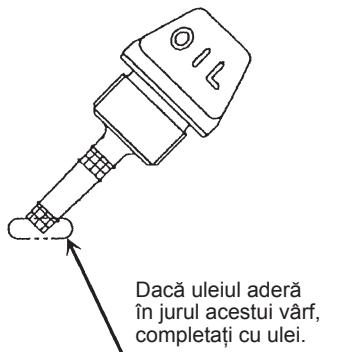
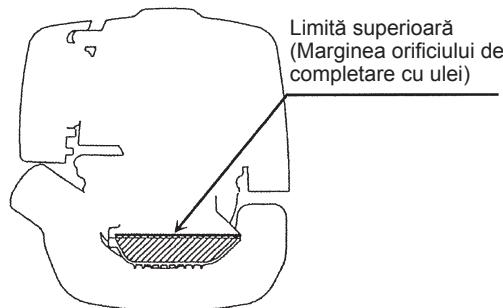

Fig. 1
Fig. 2
- În timp ce mențineți motorul drept, scoateți joja de ulei și verificați că uleiul se află între marcajele de limită superioară și inferioară. Când uleiul este atât de puțin încât joja de ulei atinge uleiul doar cu vârful, în special când joja de ulei rămâne introdusă în carter fără a fi înșurubată (Fig. 1), completați cu ulei nou până aproape de orificiu (Fig. 2).
(1) Țineți motorul drept, și scoateți joja de ulei.
(2) Comparați cu ulei până la marginea orificiului de completare cu ulei. (Consultați Fig. 2 din pagina anterioară).